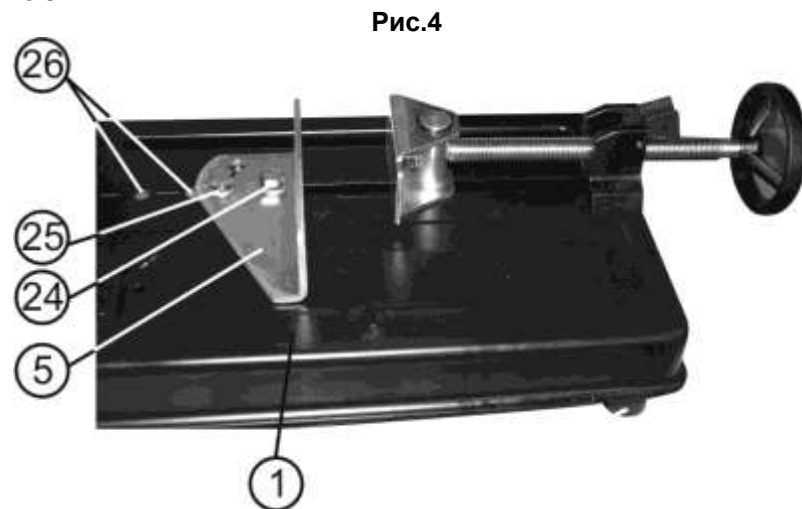

Рис.4
10.2. Регулировка установки тисков (Рис.4)